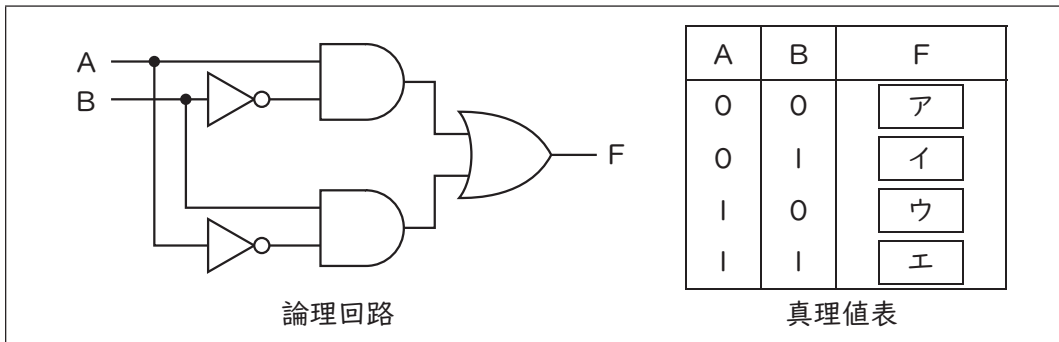

図1
(6) 次の図1に示す論理回路の真理値表中の ~ に当てはまる値の組合せとして、最も適切なものを1~5から一つ選べ。解答番号は